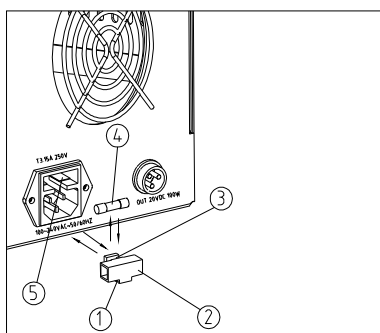

图 13
- (1) 更换保险丝前，必须将显微镜主开关及汞灯电源箱开关均置于“O”（OFF）状态，拔掉电源线。
- (2) 用手指扣住保险丝固定座②下方凹槽处①，从保险插座⑤中拔出，从保险丝固定座②上方凹槽处③取出保险丝组④，换上新的保险丝后，在放进凹槽处③，将保险丝固定座②轻推入保险插座⑤，听见“喀嚓”一声安装完成。（如图 13）